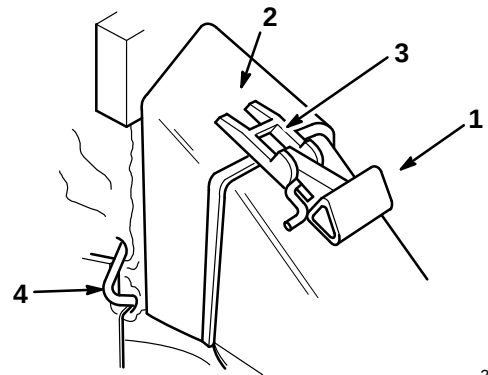

Figure 36
2. Vérifier que la poignée du volet d'éjection est entièrement abaissée vers l'avant (volet fermé) (Fig. 36).
3. Placer l'ouverture du sac de ramassage sur l'ouverture du conduit d'éjection comme illustré à la figure 36.
2. Soulever la tige de verrouillage de la poignée pour la dégager des crans du sac, et abaisser la poignée du volet vers l'avant (Fig. 36).